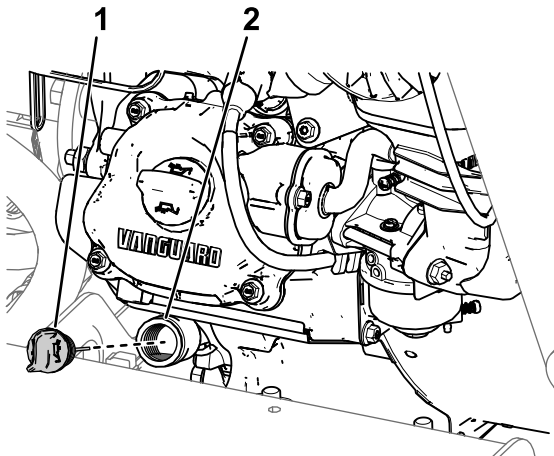

Figure 71
4. Sortez la jauge du moteur et essuyez-la sur un chiffon propre (Figure 71).
8. Serrez la jauge à la main dans le goulot de remplissage (Figure 71).